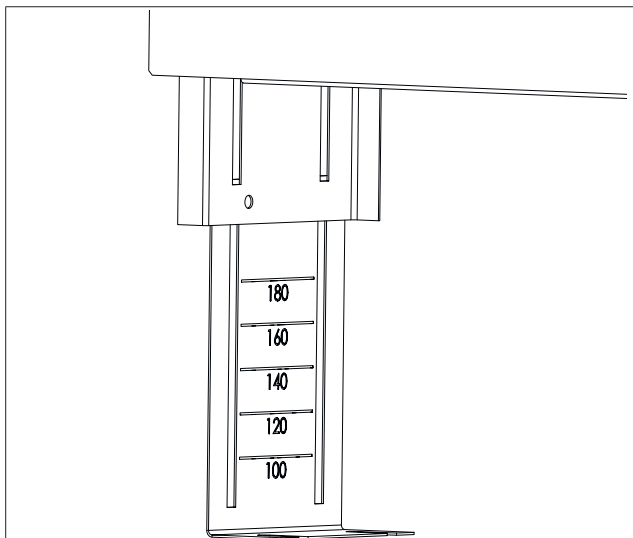

Abb. 7: Höhenmarkierung
3. Stellen Sie die Füße des Unterputzschrankes auf die gewünschte Höhe ein. Beachten Sie beim Einstellen der Füße die Aufbauhöhe des Estrichs. Die Estrichoberfläche sollte mind. 1 cm oberhalb der Unterkante der Estrichblende liegen. Beim Ausziehen der Füße erscheint eine Höhenmarkierung (siehe Abb. 7 auf Seite 9). Die angegebenen Maße sind vom Boden bis zur Unterkante der Estrichblende. Verstellen und fixieren Sie die Füße, indem Sie die Flügelmuttern lösen und anschließend anziehen.